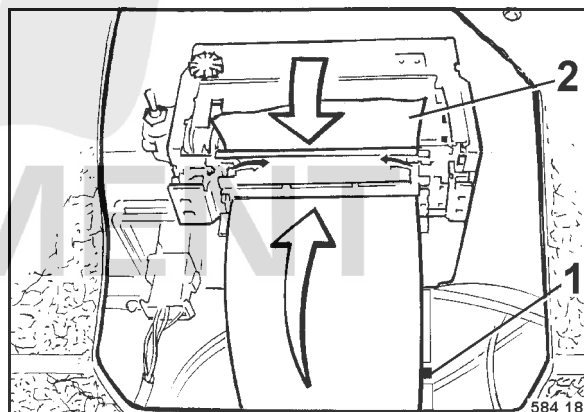

fig. 100
- Retirer le rouleau avec le papier restant (2) de l'arbre 1 (fig. 100).